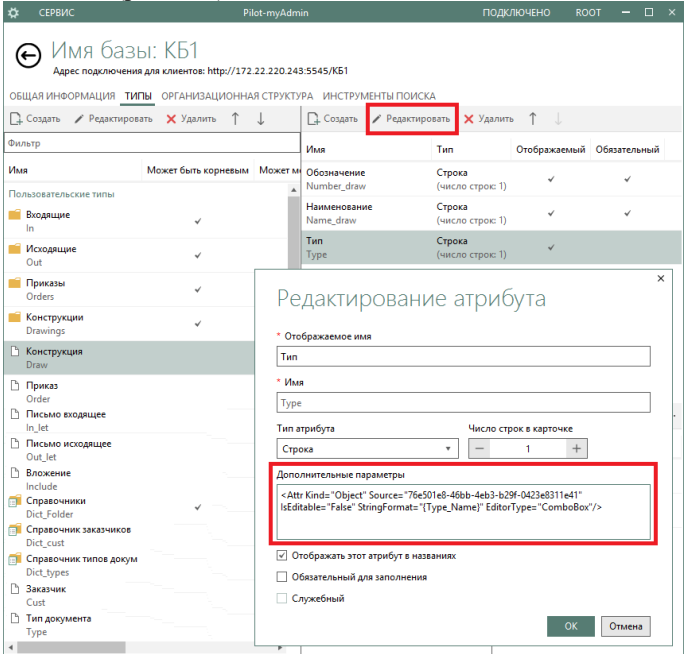
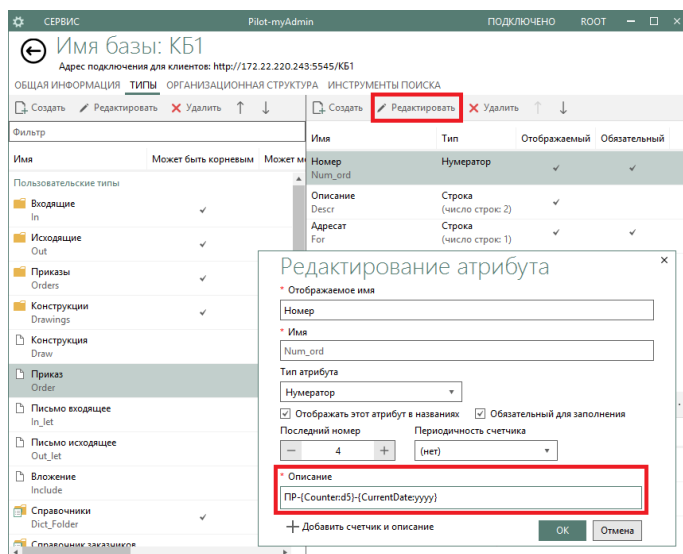
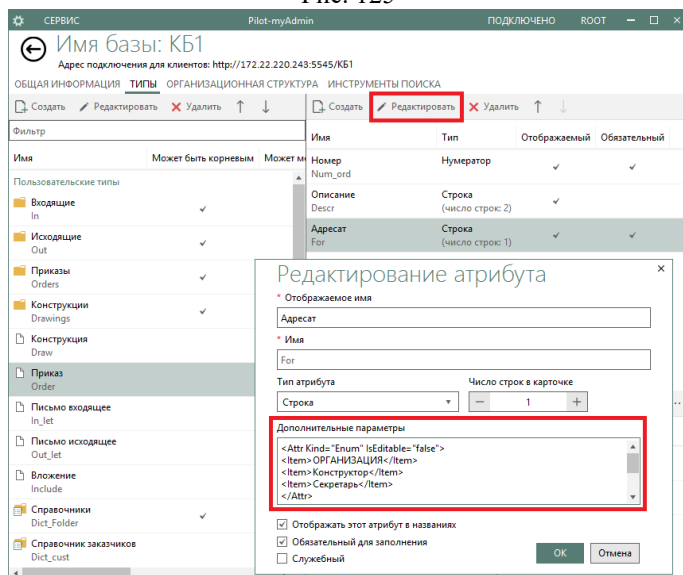

Рис. 124
Рис. 125
Рис. 126
6. Переходим в Pilot-myAdmin и отдельным атрибутам объектов назначаем дополнительные параметры для возможности реализации атрибутных подстановок (рис. 124), нумераторов [с. 26] (рис. 125) и списков [с. 25] (рис. 126).